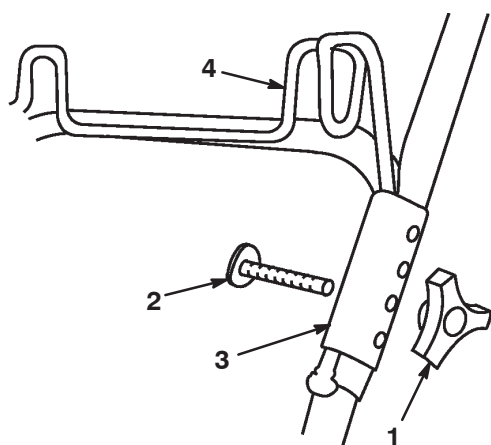

Figure 97
- Retirer le bouton et le boulon fixant les parties supérieure et inférieure du côté gauche du guidon (Fig. 97).